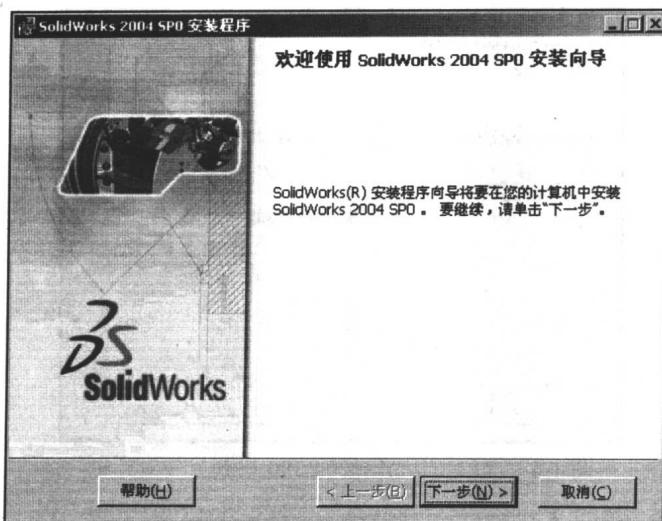

图 1-2 SolidWorks 2004 SP0 安装向导
(2) 单击“安装”按钮后，安装程序进入“SolidWorks 2004 SP0 安装向导”对话框，如图 1-2 所示。该安装向导将引导用户完成 SolidWorks 2004 SP0 的安装。如果已经安装了 SolidWorks 2004 SP0，程序将引导用户对其进行修改、修复或删除。单击“下一步”按钮继续进行安装。